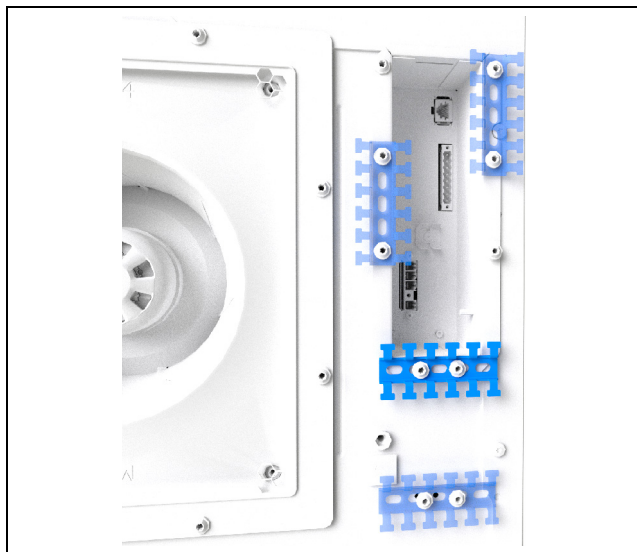

Рис. 18: Установка шины с Т-образными зубцами (пример изображения)
- Экран кабеля может контактировать с шиной с T-образными зубцами (рис. 18).